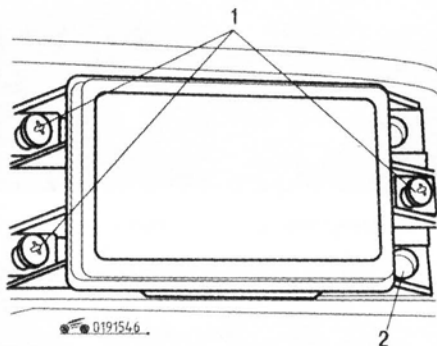

Рис. 9.22. Расположение крепежных элементов противотуманной фары: 1 – винты крепления; 2 – винт регулировки света по вертикали
2. Выверните три винта 1 крепления противотуманной фары (рис. 9.22).